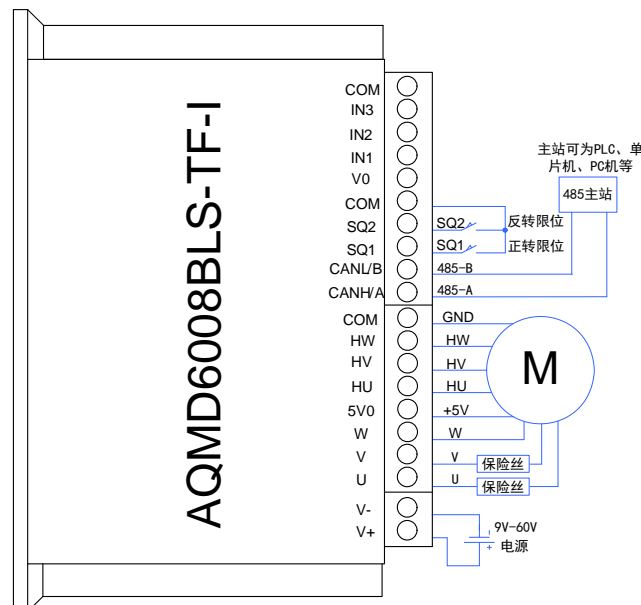

图 3.6 485 通讯电源及电机接线图
- 4) 若主站为485设备，485主站与驱动器的485/CAN接口按照A-A、B-B的方式连接（为了信号更稳定，可将驱动器的COM与主站的信号地相连），如图 3.6 所示，然后接通电源（注意：电源的电压应与电机的额定电压一致，且能够提供的电流大于电机的额定电流）。